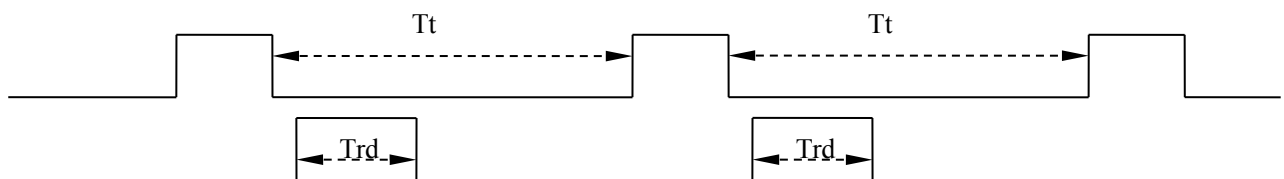

图 3-25
(1) 通常应用条件下，主-从关系，总线桥发送后很快得到回答，如下图 3-25